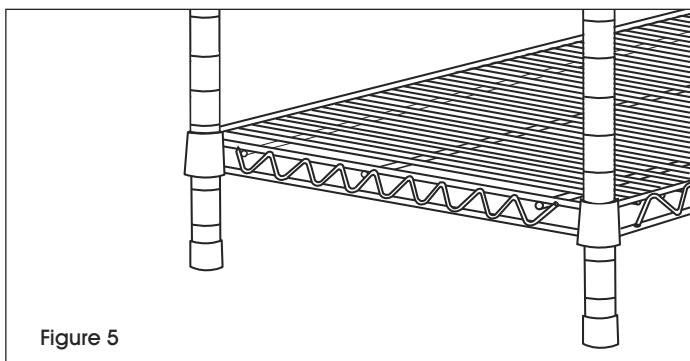

Figure 5
6. Placez l'unité à la verticale. Tapotez délicatement la tablette vers le bas pour la sécuriser. (Voir Figure 5)